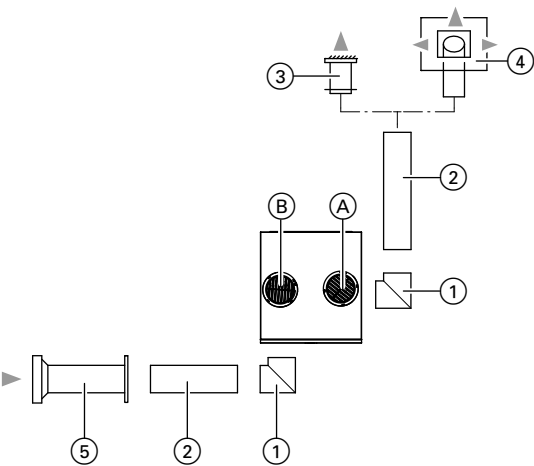

Abb. 23
1. Einzelne Leitungselemente mit Verbindungsstücken oder Muffen zusammenstecken: Siehe Systemdarstellung Abb. 23.